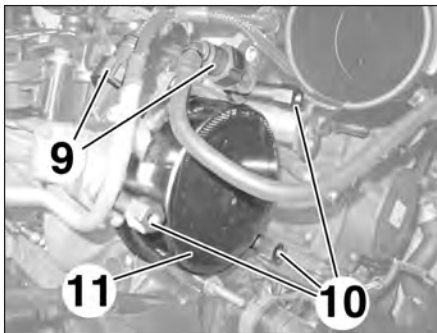

FIG.28
- Débrancher les canalisations (9) (Fig.28).
- les vis (10),
- la pompe à vide (11).